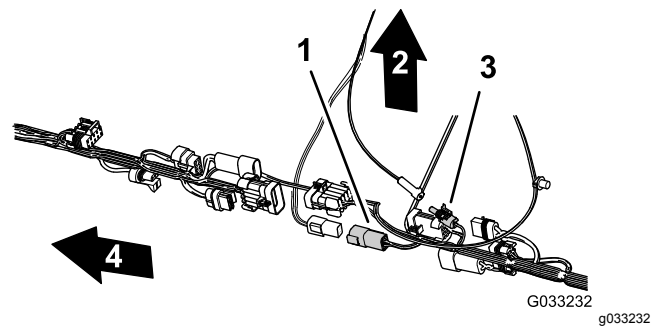

Bild 120
7. Um den Anschluss der Kabelbäume für die Navigationselektrik und -daten zu vereinfachen, stellen Sie sicher, dass der 1-Stift-Stecker des hinteren Kabelbaums und der 4-Buchsen-Stecker des hinteren Kabelbaums oben am Kabelbaum ausgefluchtet sind (Bild 120).